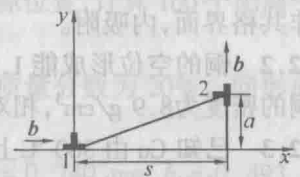

图 2-3
2.14 两位错线互相平行, 柏氏矢量互相垂直的单位位错如图 2-3 所示, 试计算使位错 2 由 $y = a$ 滑移至 $y = \infty$, 外力所作的功。